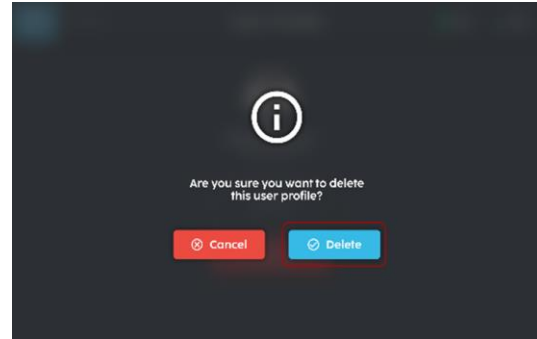

FIGURE 3-29
3. Sélectionnez 'Supprimer' (Fig 3-29).